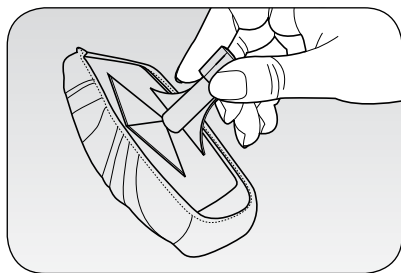

Fig. 5
De stofborstel die op de adapter (12) aangesloten moet worden kan zowel op het pistool (C) als op de verlengbuizen (9) aangesloten worden. Door de eenvoudig te plaatsen doek (10) te gebruiken kan de borstel worden gebruikt voor het dagelijkse afstoffen van bankstellen, stoelen, dekens, matrassen en kussens (Fig. 5) Met de borstel is het ook mogelijk om stoffen te verfrissen en iedere vouw te verwijderen.